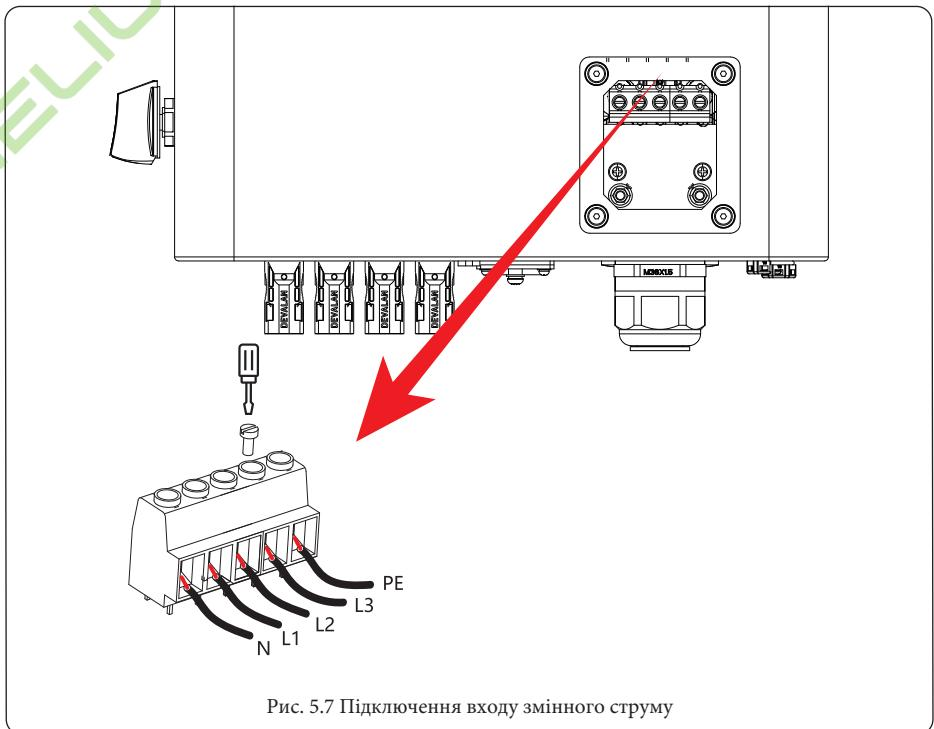

Рис. 5.7 Підключення входу змінного струму
3. Потім вставте вихідні дроти змінного струму відповідно до полярності, зазначеній на клемній колодці, і затягніть клему. Не забудьте також підключити відповідні дроти N/L1/L2/L3 та PE до відповідних клем. (як показано на рис. 5.7).